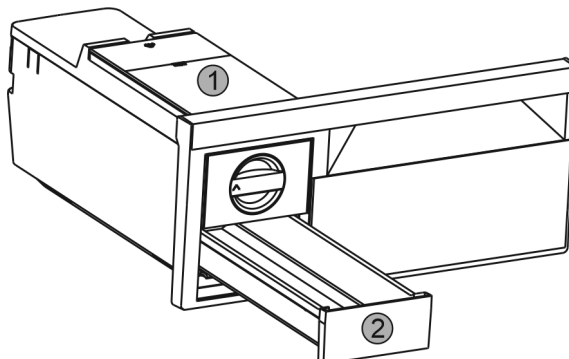

Fig. 46
- ▶ Rimuovere il serbatoio dell'acqua Fig. 46 (1) e il cassetto dei cubetti di ghiaccio Fig. 46 (2).